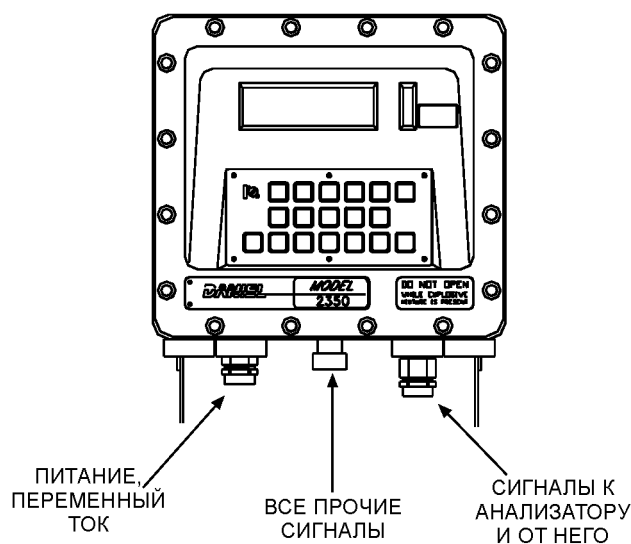

Рисунок 3-13. Отдельные вводы для кабелей контроллера хроматографа
- (1) Обеспечьте доступ к клеммной панели (ТВ) контроллера.
- (а) При необходимости смотри инструкции, изложенные в п. 3.4.1, действие (1).
- (2) Проложите соединительный кабель в корпус прибора. При работе с прибором во взрывобезопасном исполнении обеспечьте выполнение всех необходимых требований (смотри рисунок 3-13).